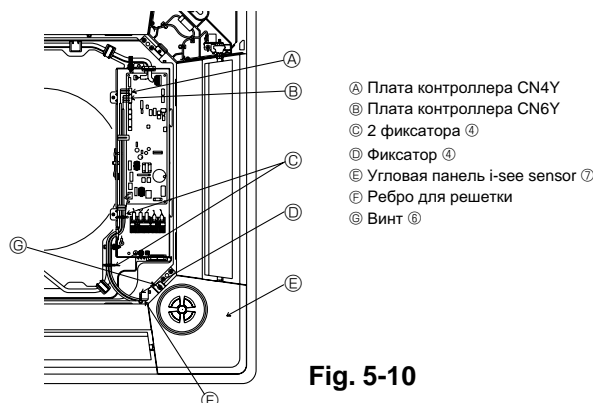

Fig. 5-10
- ① Трубы хладагента главного прибора
- ② Дренажные трубы главного прибора
- ③ Положение угловой панели при поставке с завода-изготовителя (с прикрепленным логотипом).
- ④ Положение рычагов на воздухозаборной решетке при поставке с завода-изготовителя.
- ⑤ i-see sensor (Только на панели PLP-6BAE)
5.6. Установка угловой панели i-see sensor (Fig. 5-10)